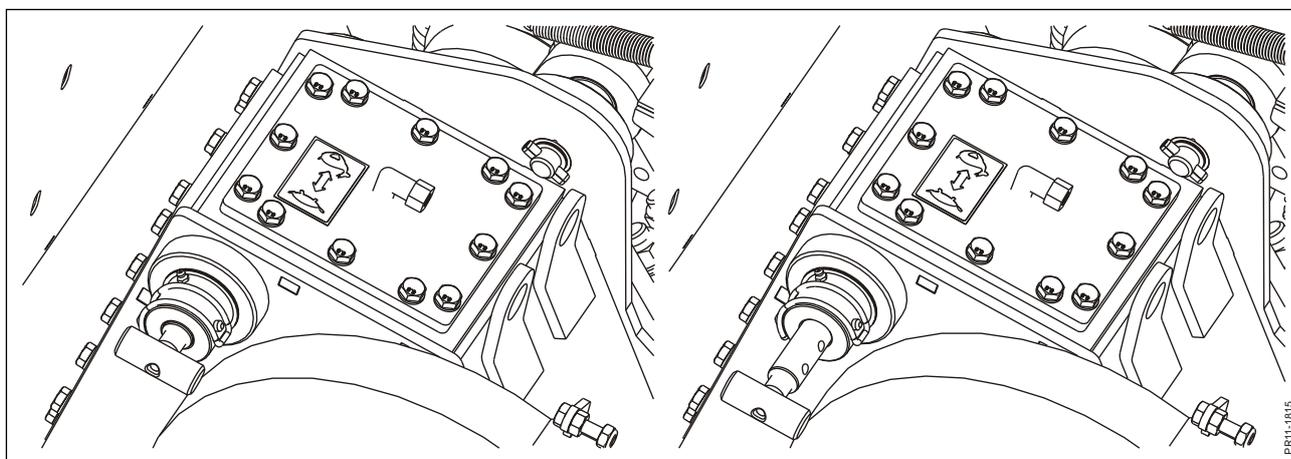

Abb. 4-20 Einstellung 1
**Abb. 4-20** Die Schnittlänge wird am Getriebe des Häckslers, das 2 Gänge hat, geändert. Dafür den Splint entfernen und den Griff in die gewünschte Position bewegen. **Den Splint wieder einbauen.**